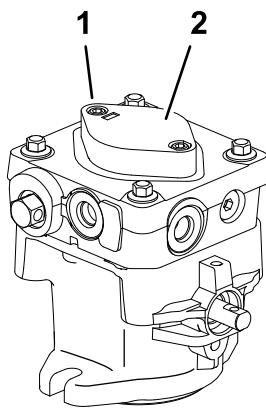

Bild 54
- B. Lösen Sie zwei Sechskantkopfschrauben (Bild 54) nur um 1,5 Umdrehungen.